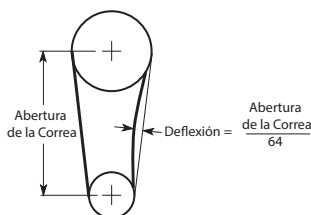

Figura 5 — Tensión de la Correa
2. Correas demasiado tensas/sueltas	2. Consulte la Figura 5, ajuste la tensión